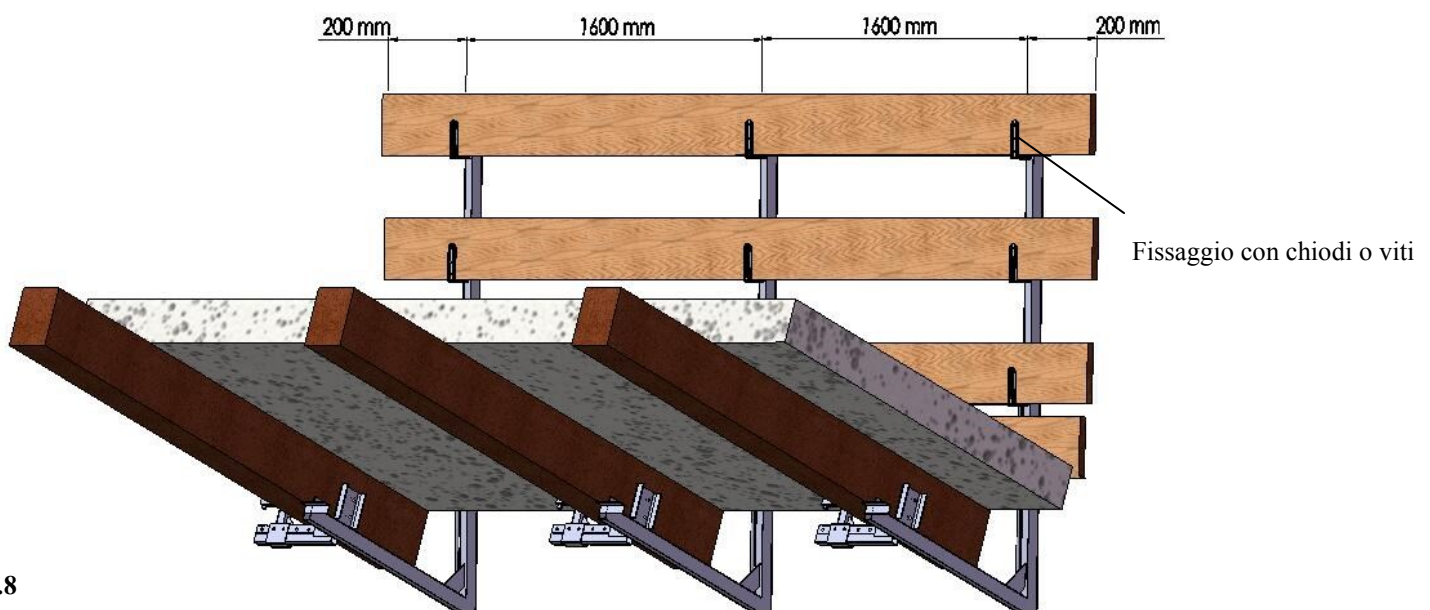

fig.8
- Completare il montaggio del sistema di protezione provvisorio, inserendo negli appositi sostegni, le tavole in legno di abete o di altra essenza (classe minima di resistenza C16 – UNI EN 338), o con altri profili metallici in grado di resistere ai carichi richiesti dalla normativa UNI EN 13374 : 2013 (fig. 8 a pag. 9);
- Le tavole (fig. 8) o i profili utilizzati devono essere integri sotto l'aspetto della resistenza e la loro lunghezza minima deve essere superiore di almeno 400 mm a due campate. (esempio: 1600 mm + 1600 mm + 200 mm + 200 mm = 3600 mm)